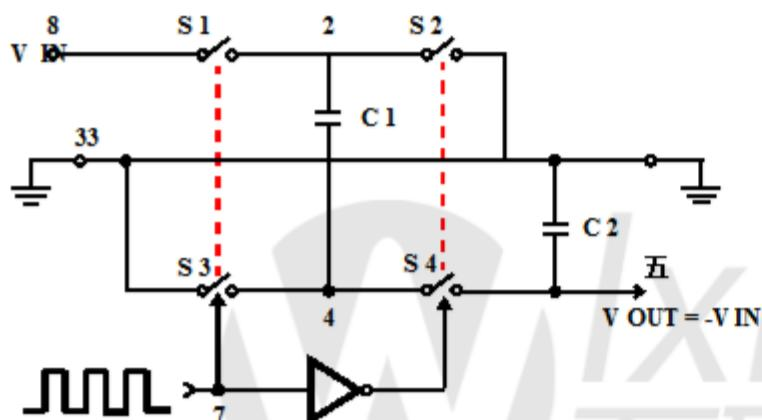
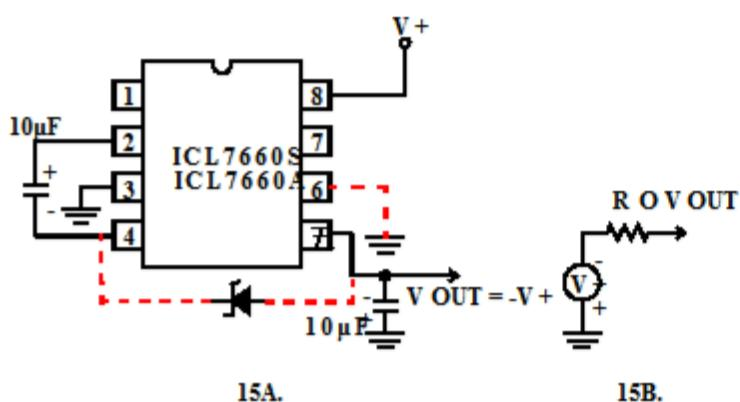
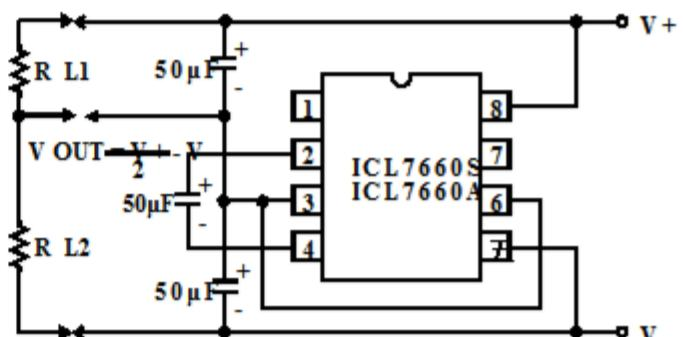

图14.理想化的负电压转换器
图15.简单负极转换器及其输出等效
图20.在半劈中分配一个供应
ICL7660S和ICL7660A包含所有必要的功能。电路完成一个负电压转换器，用两个外部电容器可能是例外。价格低廉的 $10\mu F$ 极化电解类型的模式。该设备的操作可能是最好的理解。考虑图14，其显示了理想化的否定。电压转换器，电容器C1被充电到电压V+，对于半个周期，当开关S1和S3闭合时。（注意：在这个半周期中开关S2和S4打开）。在操作的第二个半周期期间，开关S2和S4关闭，S1和S3打开，从而移位。电容器C1至C2，使得C2上的电压恰好是V+，假定理想的开关并且在C2上没有负载。ICL7660S而ICL7660A更接近这种理想情况比现有的非机械电路。
在ICL7660S和ICL7660A中，四个开关之一图14是MOS电源开关；S1是P通道设备；S2，S3和S4是N沟道器件。主要的这种方法的困难在于，在集成交换机时，S3和S4的底物必须始终保持相反对他们的来源有偏见，但没有太多降低它们的“ON”阻力。另外，在电路启动时，在输出短路条件下($V_{OUT} = V_+$)，必须检测输出电压和衬底偏压。相应调整。没有完成这个会导致在高功率损耗和可能的器件闭锁。这个问题在ICL7660S和ICL7660A中被消除了一个检测输出电压(V_{OUT})的逻辑网络，与级别翻译员一起，并切换将S3和S4的底物维持在正确的水平必要的反向偏差。
其中V1和V2是泵期间C1上的电压和转移周期。如果C1和C2的阻抗是泵频率相对较高（见图14）与RL的值相比，将会有相当大的电压差值V1和V2。因此它不仅是希望使C2尽可能大以消除输出电压纹波也要相应地增大值为C1，以达到最大效率操作。
大多数的应用程序无疑会利用这些ICL7660S和ICL7660A用于产生负电源电压.图15显示了提供a的典型连接负电源, + 1.5V至+ 12V的正电源可用.请记住, 引脚6 (LV) 与电源连接电源电压低于3.5V时为负 (GND).
图15中电路的输出特性可以是通过与a串联的理想电压源近似.如图15B所示.电压源有值 - (V+) .输出阻抗 (R_O) 是一个函数内部MOS开关的导通电阻 (如图所示) (图14), 开关频率, C_1 和 C_2 的值, 和 C_1 和 C_2 的ESR (等效串联电阻).一个图中显示了 R_O 的一阶近似等式2:
双向特征也可以用来分割高供应量的一半，如图20所示。双方的负荷将平均分配，并且高LV引脚上的电阻值可确保启动。因为交换机并行共享负载，输出阻抗为远远低于标准电路和更高的电流。可以从设备中绘制出来。通过使用这个电路，然后图15中的电路+15V可以通过+7.5和+5转换-7.5，达到标称-15V，尽管系列相当高输出电阻（ $\sim 250\Omega$ ）。